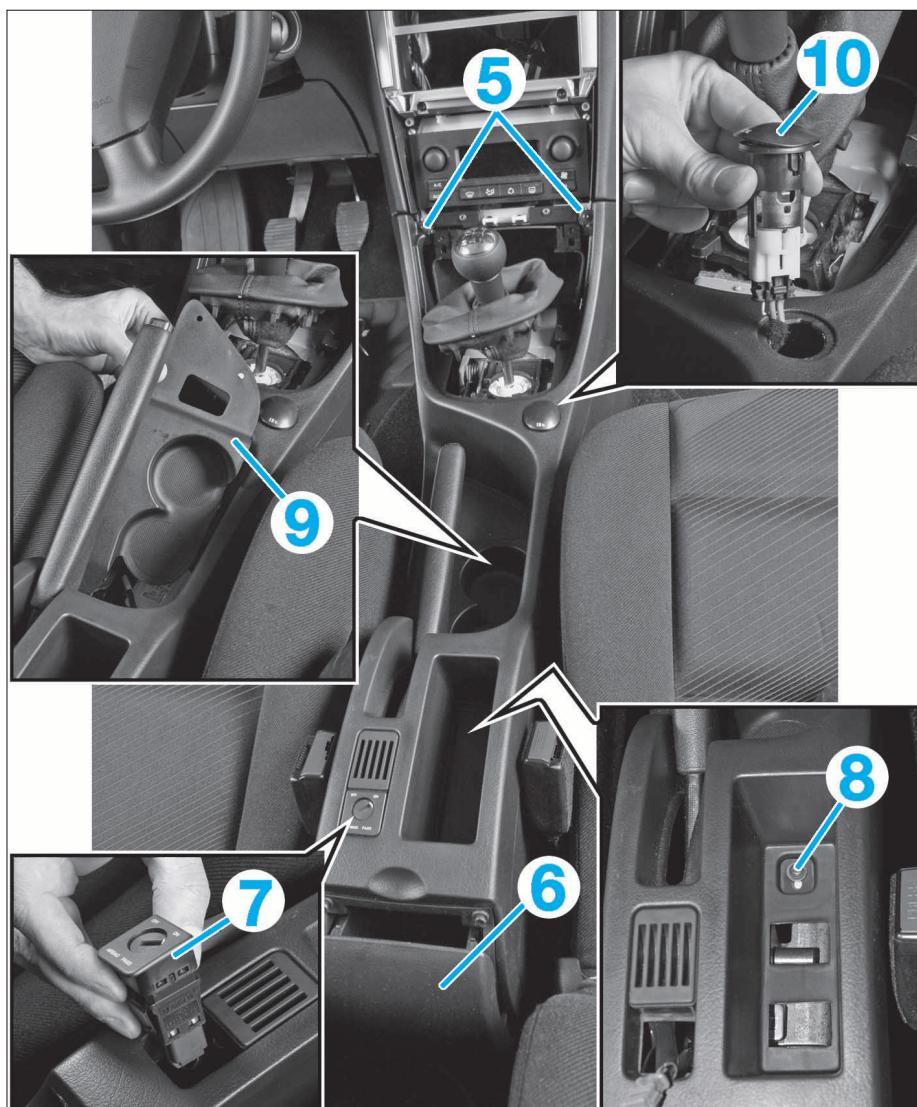

FIG. 25
- Déposer les vis (5) de fixation avant (**Fig.25**).
- Déposer le cendrier arrière (6) avec son support.
- Extraire l'interrupteur à clé (7) d'inhibition de l'airbag passager, le débrancher puis le déposer.
- Déposer la vis (8) dissimulée sous une garniture en caoutchouc.
- Déposer la garniture (9) sous le levier de frein de stationnement.
- Extraire l'allume-cigare (10), le débrancher puis le déposer.